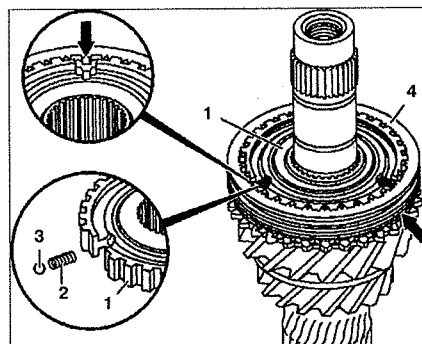

Рис. 6.28. Разборка и сборка механизма включения 3-й и 4-й передач:
9. Разберите муфту 13 синхронизатора включения 3-й и 4-й передач. Для этого извлеките скользящую втулку 4 с корпуса синхронизатора 1 (см.рис.6.28). Снимите пружину 2 из корпуса синхронизатора 1.
17. Установите муфту синхронизатора 13. Запрессуйте скользящую втулку 4 на корпус синхронизатора 1 и убедитесь, что паз (стрелка) совпадает с шестерней 3-й передачи (см.рис.6.28). Вставьте пружины 2 в корпус синхронизатора 1. Сожмите пружины 2 и вставьте шарики 3. Вставьте кольцо синхронизатора шестерни 4-й передачи, нажмите в обратную сторону и установите скользящую втулку 4 в нейтральное положение.